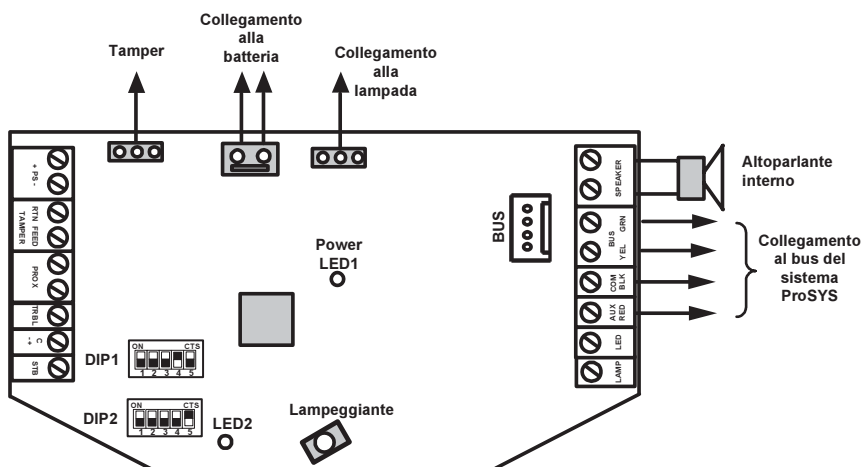

Figura 3-13: Cablaggio della sirena ProSound su BUS
1. Collegare la sirena come illustrato in Figura 3-13.